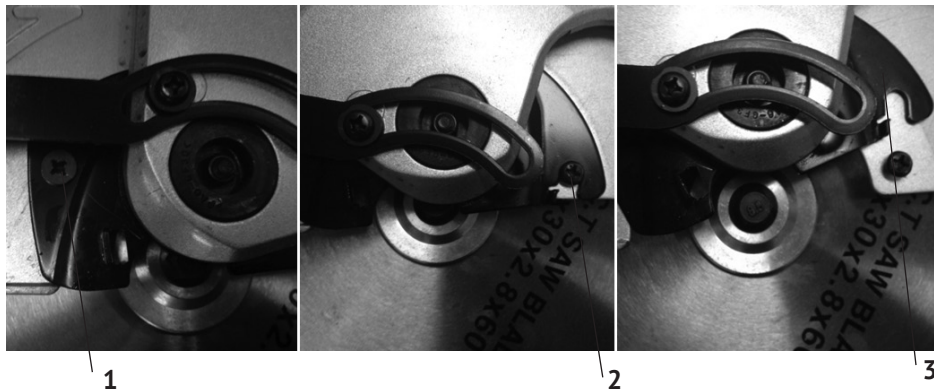

рис.3
-отведите подвижный защитный кожух вверх, затем последовательно ослабьте (но не откручивайте) вначале левый фиксирующий винт (рис.3 поз.1) крепления подвижного защитного кожуха к неподвижному, затем правый фиксирующий винт (рис.3 поз.2) и сдвиньте вверх крепление (рис.3 поз.3);